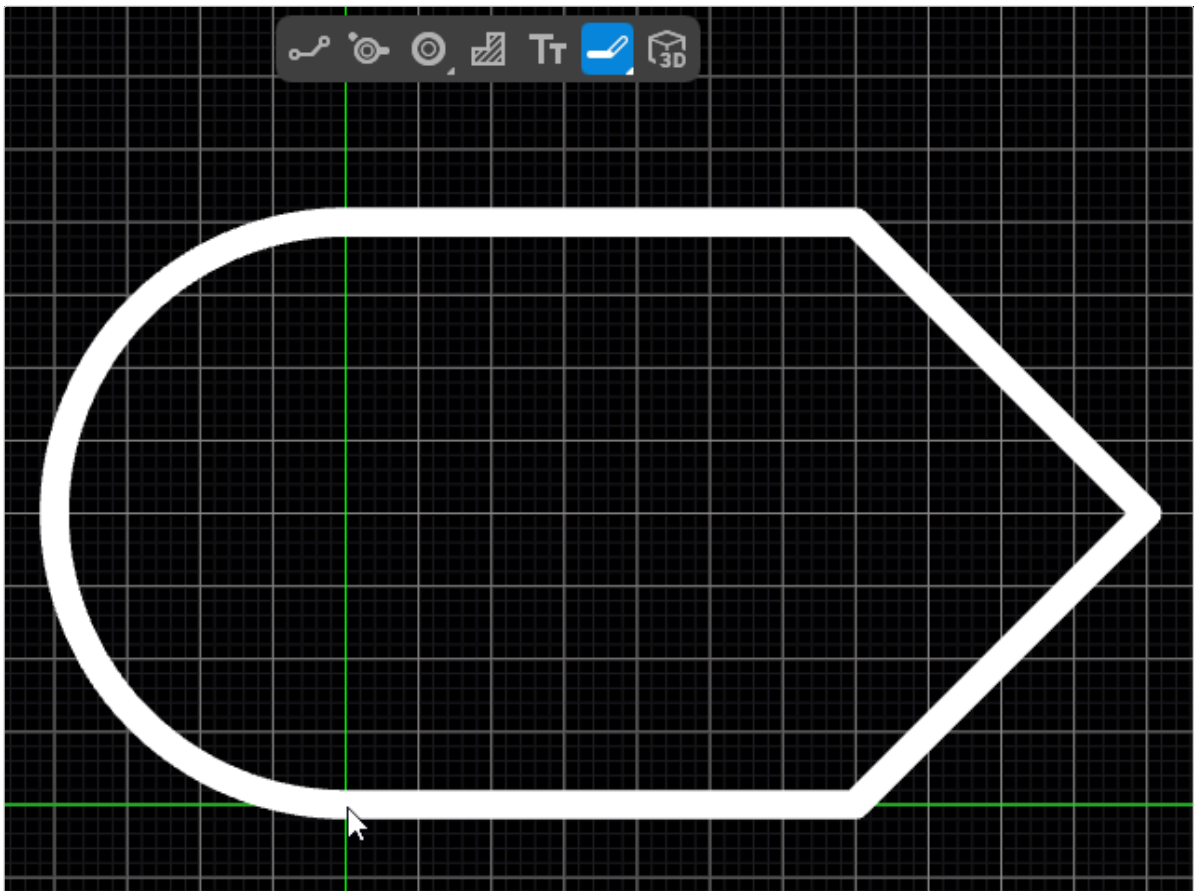

Рисунок 116. Создание замкнутого контура при помощи графических инструментов
- 3) Нарисовать замкнутый контур (см. рисунок 116).